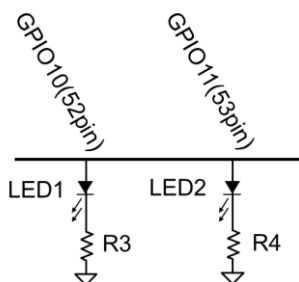

Figure 2-9 R9A06G037 の送信・受信の状態を示す LED の使用例
- ・ R9A06G037 の送信・受信の状態を示す LED の使用例を Figure 2-9 に示します。